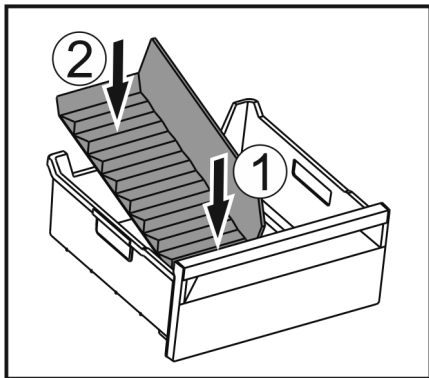

Fig. 171
- ▶ Umetnite prednji dio pregrade ladice za led. Fig. 171 (1)
- ▶ Spustite stražnji dio pregrade ladice za led do dna ladice. Fig. 171 (2)